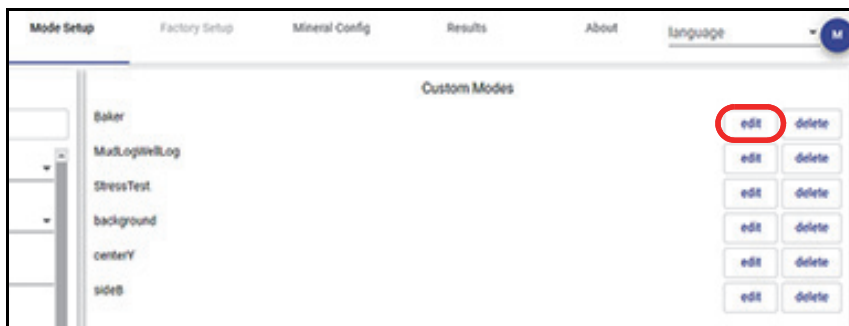

Figura 5-14 Botones Edit (Modificar)
- Pulse el botón **Edit** (Modificar) [ver Figura 5-14 en la página 88].